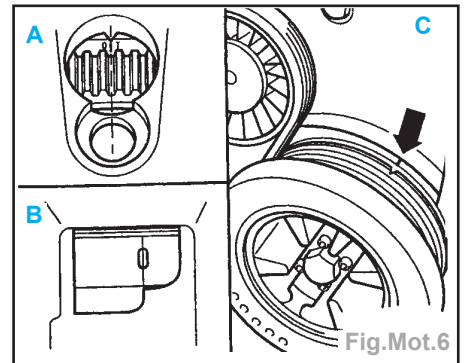

Fig.Mot.6
- Faire coïncider les repères (A ou B) et le C du carter inf. de courroie (Fig.Mot.6).
- Mettre le vilebrequin au repère de PMH (Fig.Mot.6).